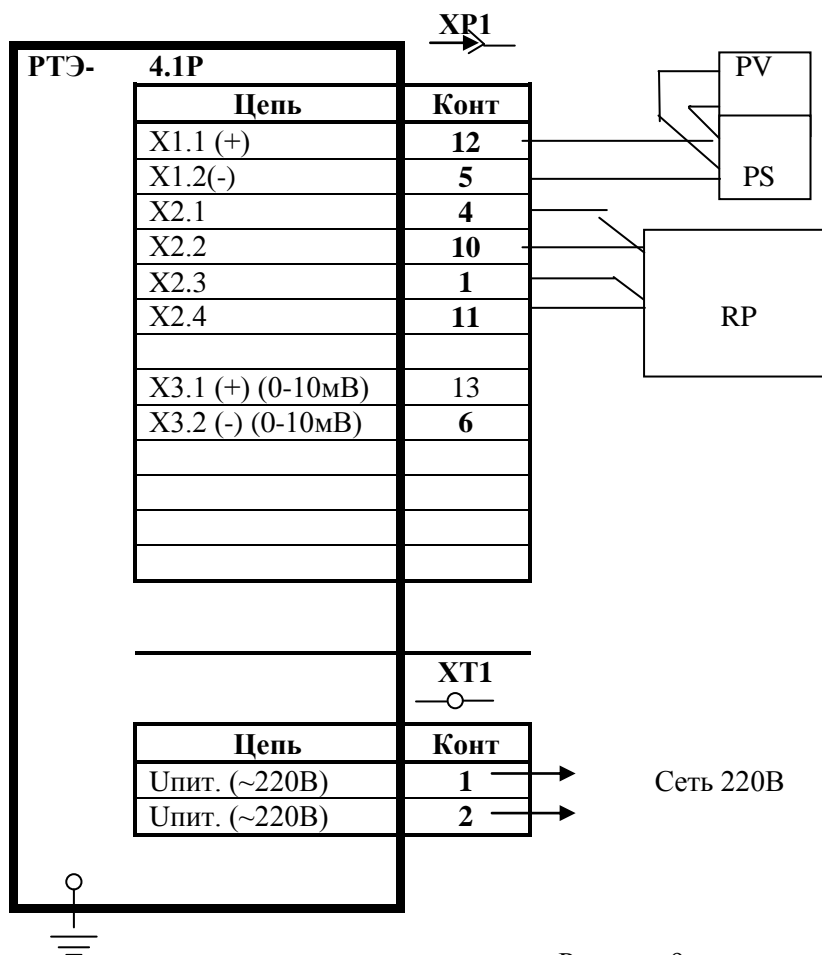

Рисунок 9
- пользуясь кнопками «С» и « Δ » или « ∇ » подобрать, чтобы значения на цифровом индикаторе совпадали с значениями на вольтметре PV (рис. 9)